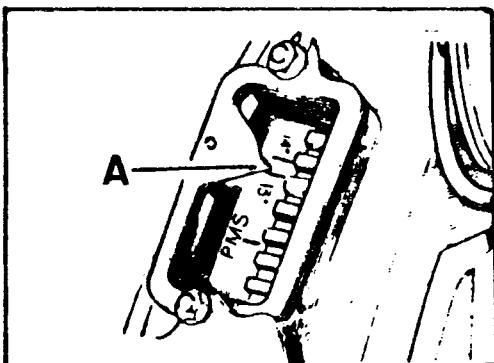

Fig. A1-54 Sincronización de grados de avance en el volante
2.4. Girar el cigüeñal en su sentido normal de trabajo (hacia la derecha) hasta que el índice de referencia para puesta a punto, A (Fig. A1-54), quede alineado entre las marcas 13° y 14° del volante.
- 2.5. Con el volante en la posición indicada en la Fig. A1-54, se observará que las dos válvulas del cilindro nº 1, están completamente cerradas o lo que es igual, las válvulas del cilindro nº 4 en posición de cruce. De no estar las válvulas en estas circunstancias, habría que dar al cigüeñal otra vuelta completa.